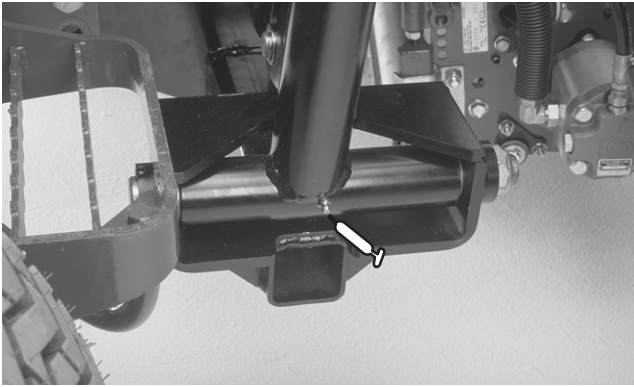

Figure 38
- Pivot de bras de levage (3) (Fig. 38)